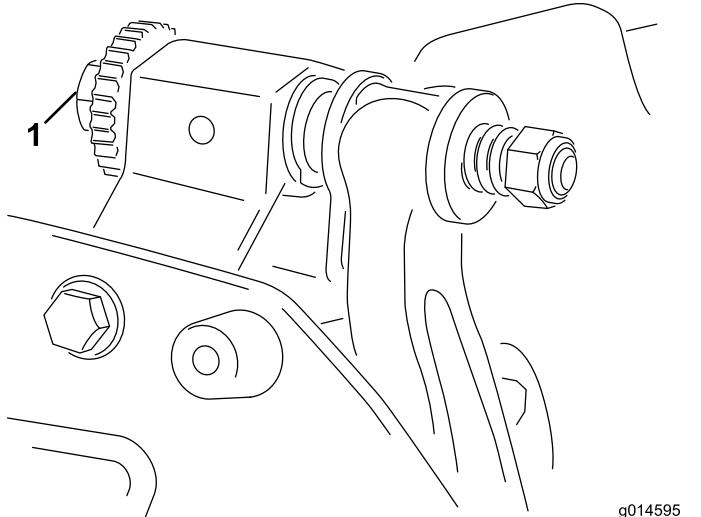

Figura 5
- A. Gire los tornillos de ajuste de la barra de asiento en el sentido de las agujas de reloj (Figura 5), un clic a la vez, hasta que se note y se oiga un contacto ligero.
6. Gire el tornillo de ajuste derecho de la barra de asiento (Figura 5) hasta que note una ligera presión en el suplemento al moverlo de un lado a otro. Retire el suplemento.